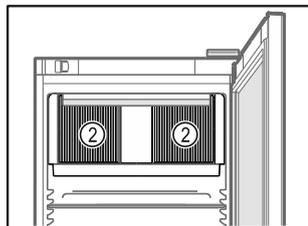

Fig. 58
- Дръжте вентилационните отвори Fig. 58 (2) на циркуляционния вентилатор във вътрешността свободни.